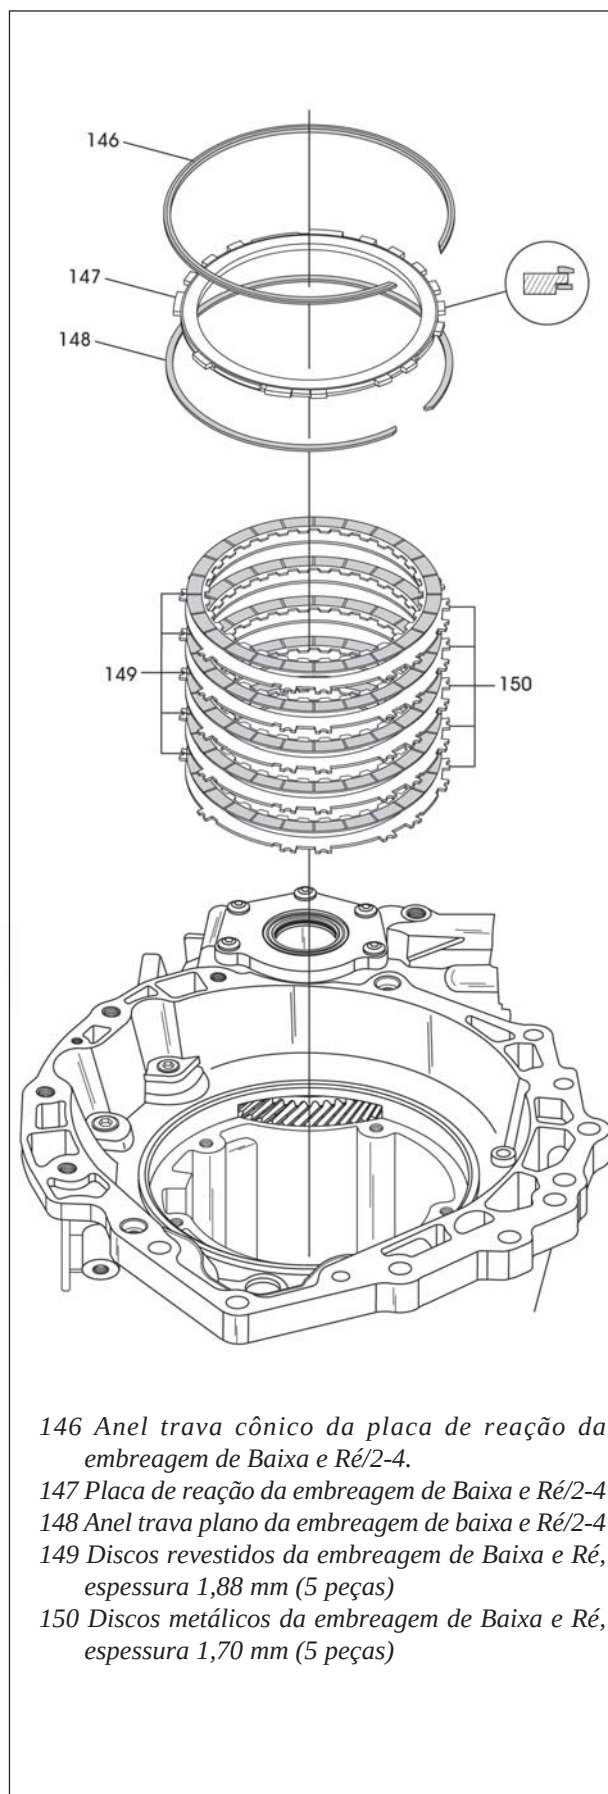

Figura 244
28. Instale os discos da embreagem de Baixa e Ré começando com um disco de aço e alternando com um disco revestido, conforme mostra a figura 244, até instalar 5 de cada, deixando de fora um disco revestido até que o anel trava seja instalado.
29. Instale o anel trava plano da placa de reação da embreagem de baixa e ré (148) na ranhura da carcaça, conforme mostra a figura 244.
31. Instale a placa de reação da embreagem de Baixa e Ré com seu lado plano voltado para cima, conforme mostra a figura 244.
32. Instale o anel trava cônico da placa de reação da embreagem de baixa e ré, com seu lado cônico voltado para cima, conforme indicado na figura 244.